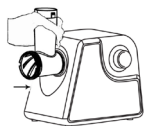

Рис. 2
- Поверните головку мясорубки (7) против часовой стрелки до упора (рис. 2).